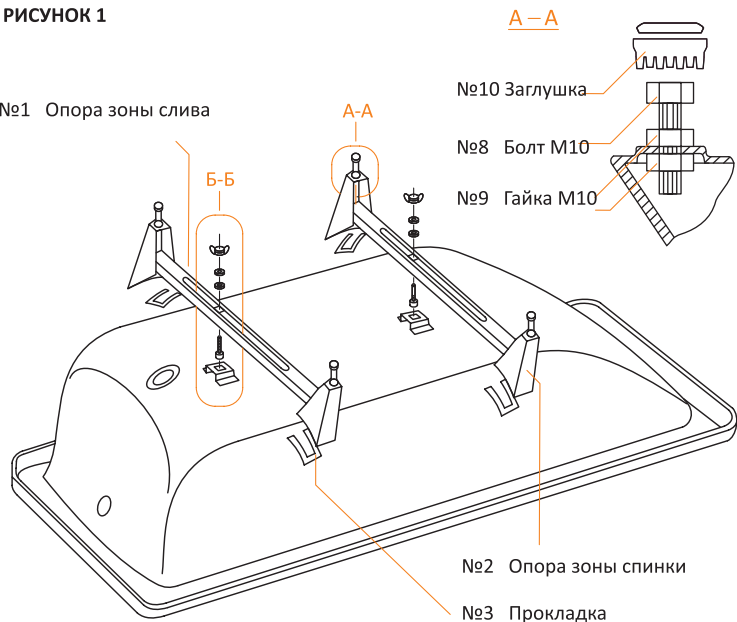

РИСУНОК 2
- Установите на болт М6х40/50 (М6х50 для типоразмера 1200х700х400 мм) шайбу М6, шайбу пружинную М6 и гайку-«барашек». Гайку-«барашек» заворачивайте «от руки», без применения дополнительного инструмента, во избежание повреждения эмалированного покрытия в месте приварки скобы крепления к ванне. После соприкосновения гайки-«барашка» с пружинной шайбой, гайку-«барашек» поверните еще не более чем на полтора оборота (360°х1,5) (см. рис. 2).